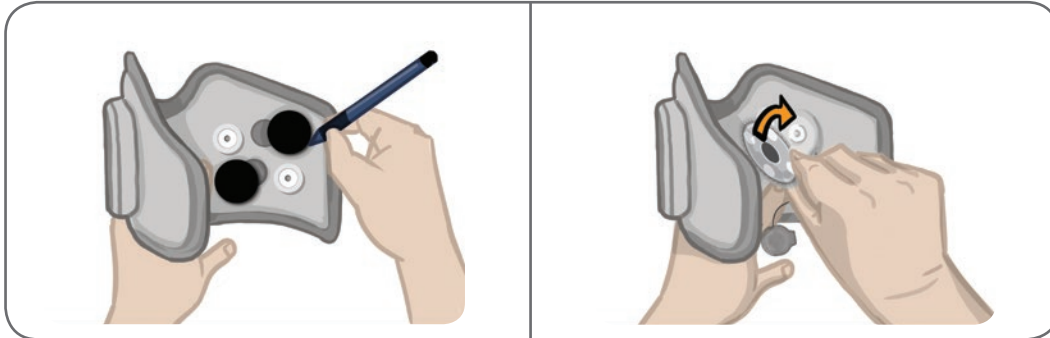

Ilustración 11-8: Marque la posición de la base del electrodo (izquierda)
1. Retire los ocultadores de cables y marque la posición de las bases de electrodos usadas en el revestimiento de la banda de EF con un marcador indeleble. Consulte la ilustración 11-8.
2. Desconecte los broches de las bases de los electrodos de los orificios de enganche. Consulte la ilustración 11-8.